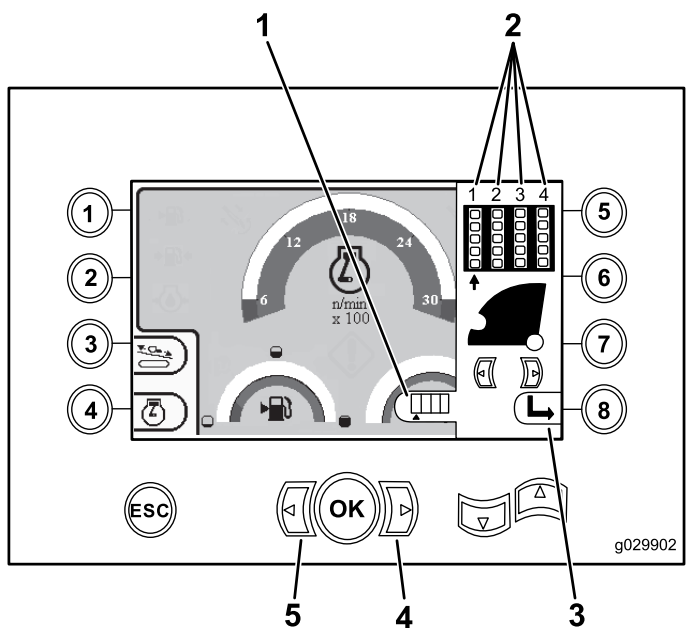

Bild 7
1. Drücken Sie die Taste „Pfeil-nach-links“ oder „Pfeil-nach-rechts“, um die Nummer der Reihe auszuwählen, auf die Sie zugreifen möchten (Bild 7).
2. Platzieren Sie den Pfeil unter die Reihenummer, auf die Sie zugreifen möchten, und drücken Sie dann die Taste 8 (Bild 7), um das Seitenfenster auszublenden.